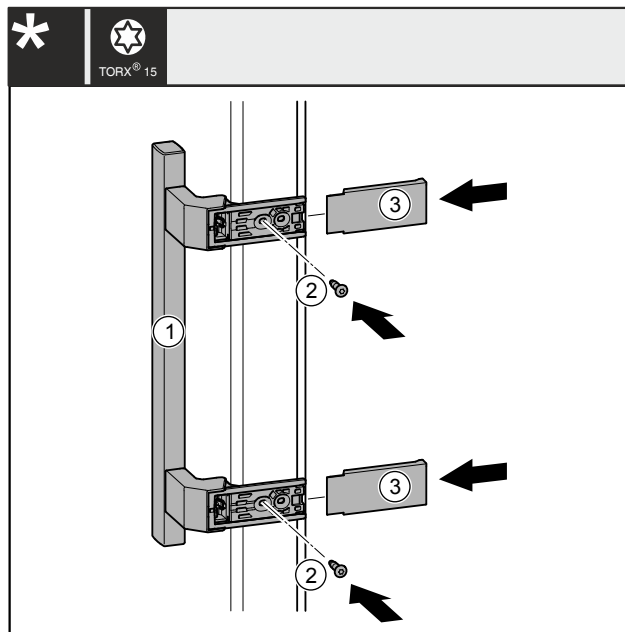

Fig. 41
- Nasad'te madlo Fig. 41 (1) na protilehlé straně.
- Šroubovákem šrouby Fig. 41 (2) pevně utáhněte.
- Kryty Fig. 41 (3) bočně nasad'te a nasuňte je tak, aby zapadly na své místo.